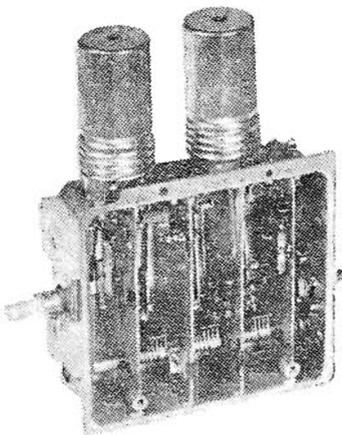

FIG. 4
a) Le tuner UHF indispensable dans tous les cas. Son aspect est indiqué par la figure 4. Il s'agit d'un tuner Aréna mais tous les tuners UHF disponibles en France se présentent sous une forme analogue et avec des dimensions voisines qui sont de l'ordre de 14 x 12 x 3 centimètres.
En effet, en examinant la figure 4 on remarque un câble terminé par une fiche, à connecter à l'arrivée du câble venant de l'antenne UHF ou du séparateur d'arrivée du câble commun.